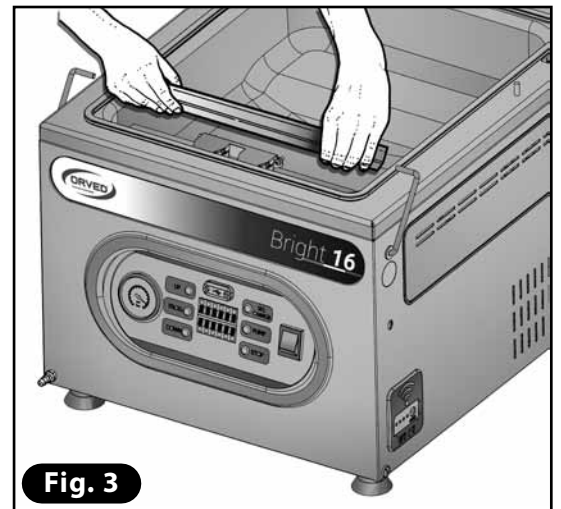

Fig. 3
3) Vuelva a montar la barra soldadora en el depósito conectándola correctamente a los contactos eléctricos (Fig. 3).